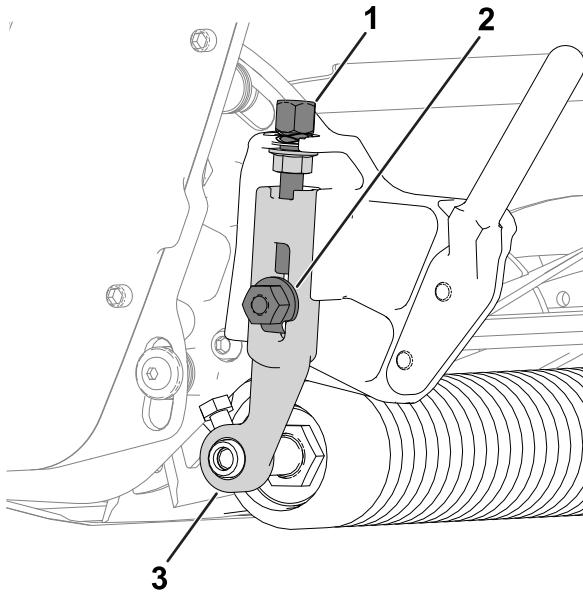

図 12
1. 刈り高アームをカッティングユニットのサイドプレートに固定しているロックナットをゆるめる 図 12。